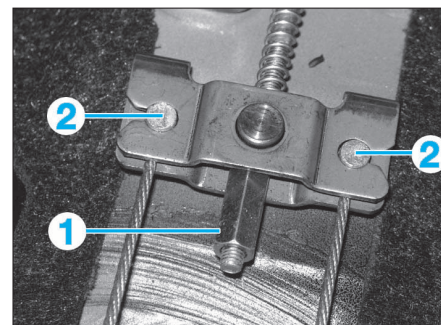

FIG. 29
- Desserrer la vis de réglage (1), puis décrocher les câbles (2) (Fig.29).